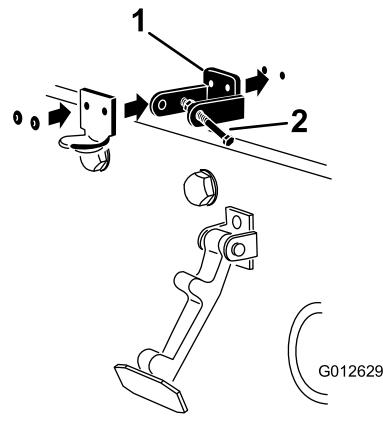

Figura 13
3. Mentre allineate i fori di montaggio, posizionate la staffa di bloccaggio CE e la staffa del fermo del cofano sul cofano. La staffa di bloccaggio deve essere contro il cofano (Figura 13). Non togliere il gruppo bullone e dado dal braccio della staffa di bloccaggio.
5. Rivettate le staffe e le rondelle al cofano (Figura 13).